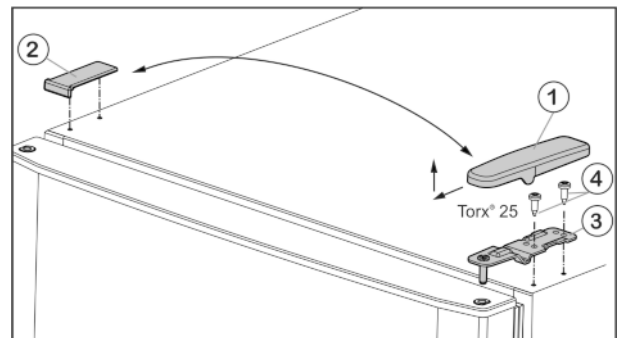

Fig. 5
- Enlever le cache Fig. 5 (1) vers l'avant et vers le haut.
- Retirer le cache Fig. 5 (2).
- Dévisser le support d'appui supérieur Fig. 5 (3) (2 Torx® 25) Fig. 5 (4) et retirer vers le haut.
- ▶ Mettre en place la porte supérieure sur le support de palier (13).
- ▶ Placer le support d'appui supérieur Fig. 5 (3) sur le nouveau côté charnière de porte.
- ▶ Revisser le support de palier (**en appliquant un couple de 4 Nm**) (2 Torx® 25) Fig. 5 (4). Utiliser au besoin une visseuse sans fil.
- ▶ Remettre en place l'habillage Fig. 5 (1) du côté opposé depuis l'extérieur et l'enclencher.
- ▶ Remettre en place l'habillage Fig. 5 (2) du côté opposé depuis le dessus et l'enclencher.